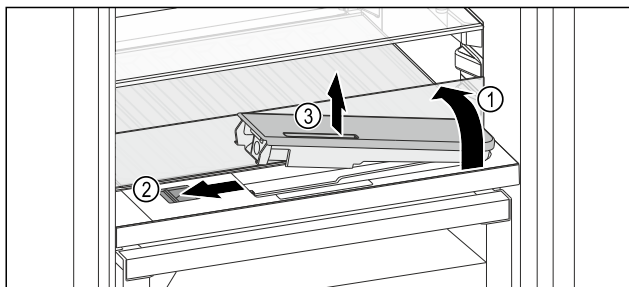

Fig. 118
- Soulever la tablette et la rabattre vers l'arrière jusqu'à la butée Fig. 118 (1).
- Pousser le curseur Fig. 118 (2) vers la gauche.
- Sortir le filtre à eau Fig. 118 (3).